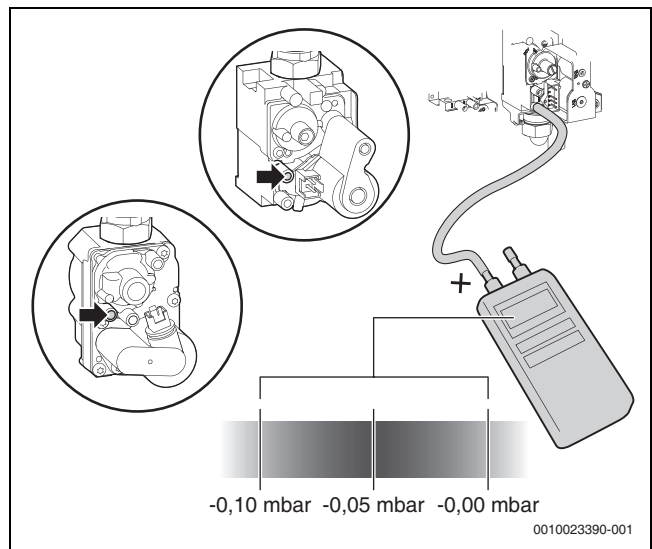

Bild 51 Differenzdruck messen
- ▶ Differenzdruck des Gasventils messen (→ Bild 51). Der optimale Differenzdruck beträgt -0,05 mbar.